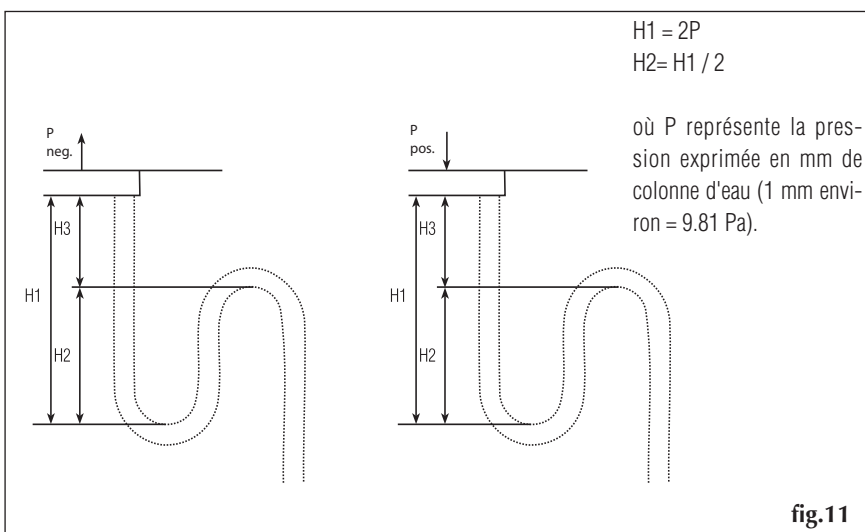

fig.11
- un espace d'au moins 200 mm doit être disponible au niveau de l'évacuation de la condensation pour effectuer le siphon (fig. 11).